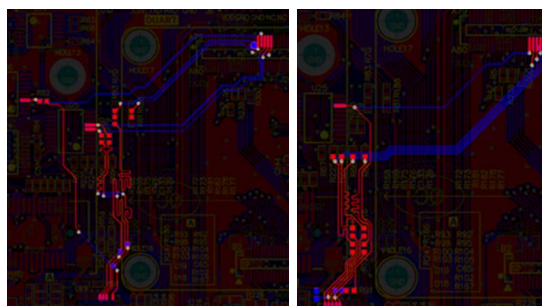

图2 RGMII 底板PCB走线 TX和RX
16. 检查 PCB 走线，RGMII 和 LCD 是复用管脚，在 PCB 走线的时候，会有一点分叉存在（最长分叉为 2mm 左右），参见图 2。